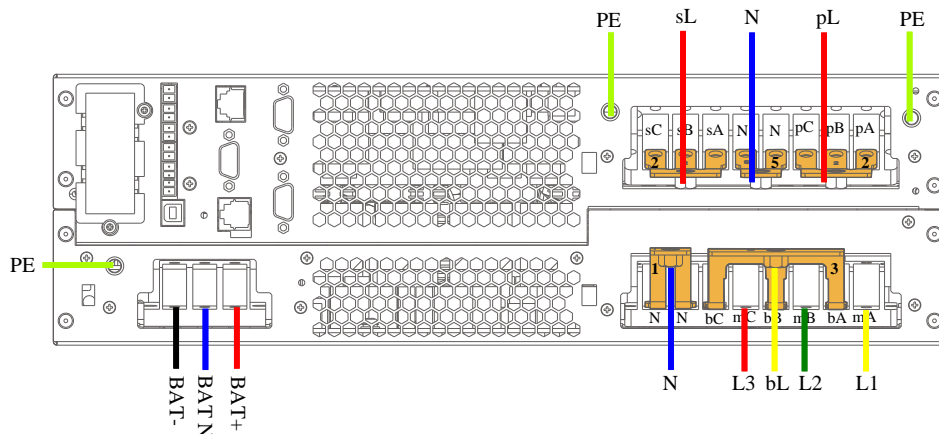

图2-26 三进单出，主旁不同源接线示意图
4. 将标准输出火线（sL）接到sA、sB、sC的短接铜排2上，将可编程输出火线（pL）接到pA、pB、pC的短接铜排2上，将输出中线接到N的短接铜排1上，再将输出地线接到UPS机壳上的输出PE端子上。如图2-26所示。
5. 如图2-26所示，将电池正线、电池N线、电池负线和地线穿过接线盒上的过线孔，然后分别连接到UPS的电池端子排上的电池正（BAT+）、电池N（BAT N）、电池负（BAT-）和电池地线端子（PE）上，并拧紧固定螺钉。